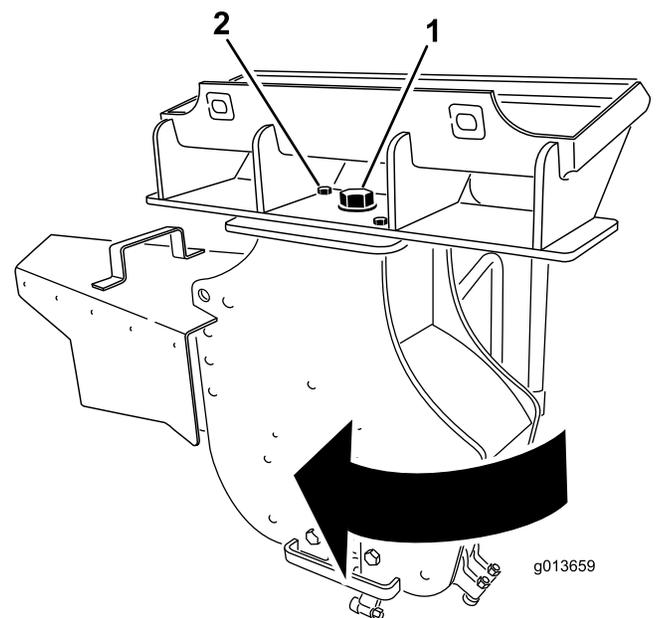

Figure 10
- Desserrez le gros boulon sur le sommet de la broyeuse (Figure 10).
- Retirez le boulon avant et l'écrou de fixation de la broyeuse (Figure 10).
5. Faites pivoter la broyeuse de 30 degrés dans le sens horaire (Figure 10).
6. Serrez le gros boulon sur le haut de la broyeuse à 406 Nm (Figure 10)
7. Placez le boulon et l'écrou dans le trou avant et serrez-les à 101 Nm (Figure 10).
12. Desserrez le gros boulon sur le sommet de la broyeuse (Figure 10).
13. Retirez le boulon avant et l'écrou de fixation de la broyeuse (Figure 10).
14. Faites pivoter la broyeuse de 30 degrés dans le sens antihoraire (Figure 10).
15. Serrez le gros boulon sur le haut de la broyeuse à 406 Nm (Figure 10)
16. Placez le boulon et l'écrou dans le trou avant et serrez-les à 101 Nm (Figure 10).